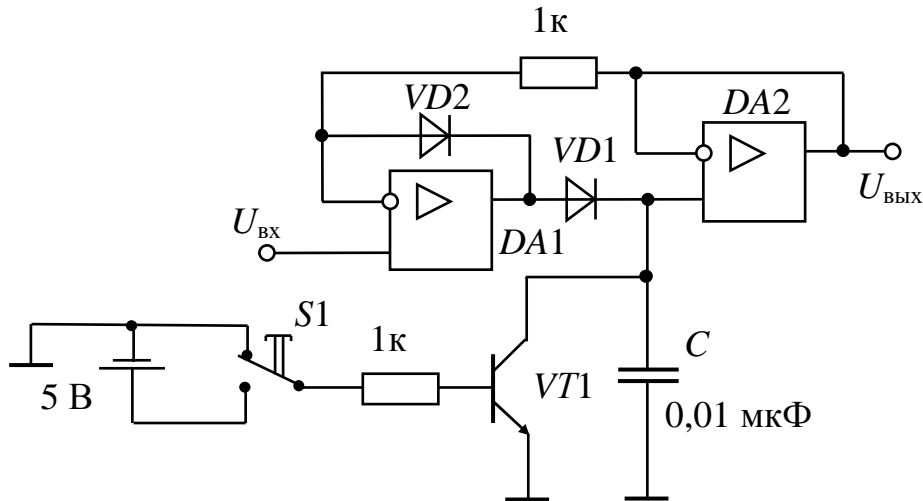

Рис. 2 – Пиковый детектор положительного уровня
2. Собрать пиковый детектор, показанный на рис. 2. Подав на вход синусоидальный сигнал амплитудой  $(1+N)$  В и частотой  $100(1+N)$  Гц зафиксировать осциллограммы входного и выходного напряжений. Увеличить скачком амплитуду  $U_{вх}$  на 1 В и проследить за изменением  $U_{вых}$ . Уменьшить скачком амплитуду  $U_{вх}$  на 1 В и проследить за изменением  $U_{вых}$ . Что происходит при нажатии кнопки S1? Пояснить назначение транзистора VT1.